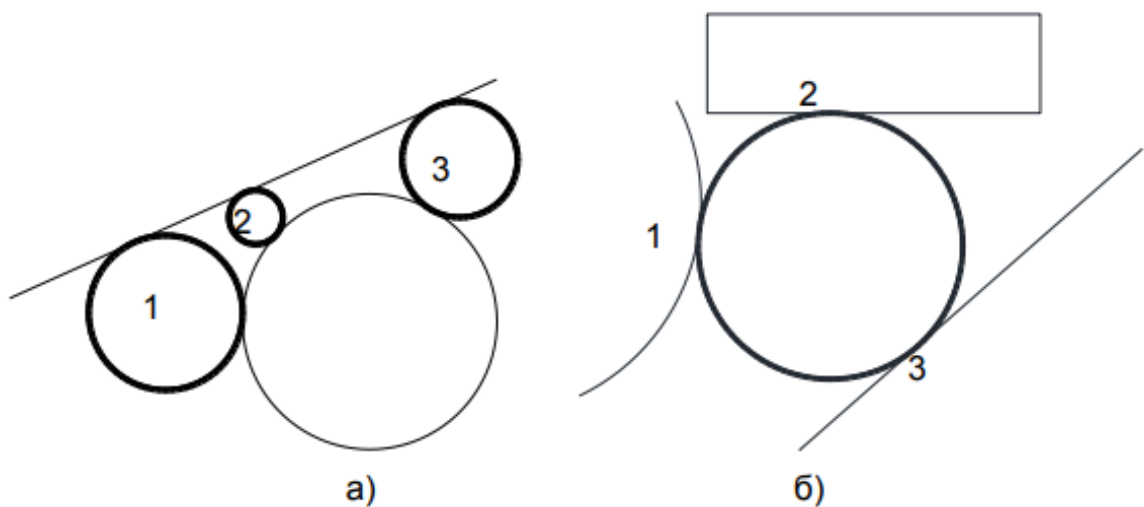

Рисунок 10. Приклади побудови кіл способом ККР та трьома дотичними
5. За двома точками – дотичними і заданим радіусом (ККР – кас кас радіус). Суть цього способу полягає в тому, що будується коло, дотичне до двох інших об'єктів, наприклад, до відрізка й іншого кола, які вже є на кресленні (рис. 10а). Спочатку необхідно задати будь-яку точку на першому об'єкті (відрізок) – з'явиться маркер **Затримана дотична**, далі послідовно задати будь-яку точку на другому об'єкті (кола) – на ній також з'явиться маркер **Затримана дотична**. Після запиту команди задати необхідний радіус кола і натиснути Enter. Можна побудувати безліч кіл дотичних до двох об'єктів, і які будуть відрізнятися своїми радіусами (кола 1, 2, 3 на рис. 10а).
6. За трьома дотичними. Аналогічний способу 3Т, тільки заданим точками є точки дотику до вказаних об'єктів (рис. 10б). Тут також при вказівці об'єктів з'являється маркер **Затримана дотична**.